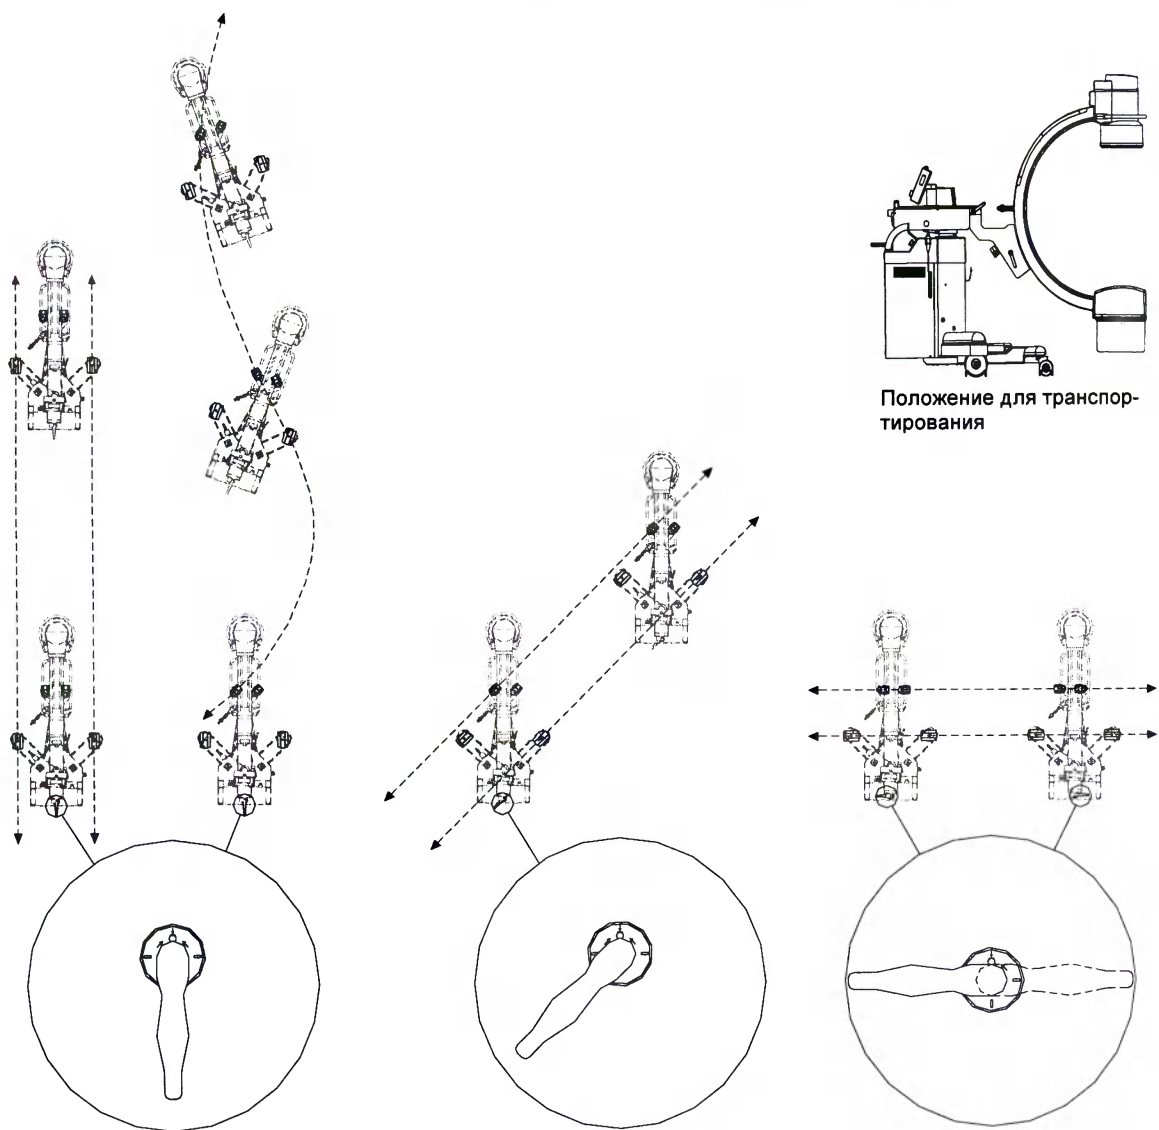

Рисунок 48
8.1.10.1 Для движения в определенном направлении (см. рисунок 48) задние колеса поворачиваются при помощи направляющего рычага.